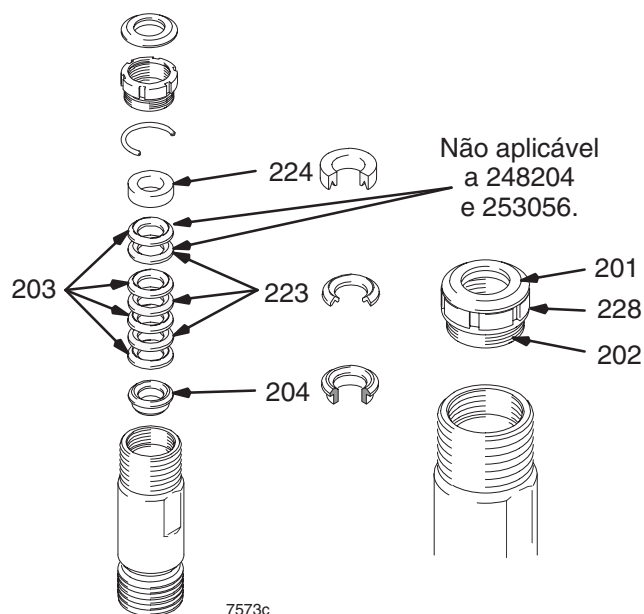

Fig. 12
Fig. 12. Mergulhe todos os empanques de couro em óleo SAE 30W no mínimo durante 1 hora antes de efectuar a montagem. Insira o bucim macho (204). Alternadamente, coloque polietileno de peso molecular ultra-elevado (203) e empanques de couro (223) (tenha em atenção a orientação). Instale o bucim fêmea (224). Instale o vedante (201), a porca de empanque (202) e o espaçador de regulação de aperto (228).